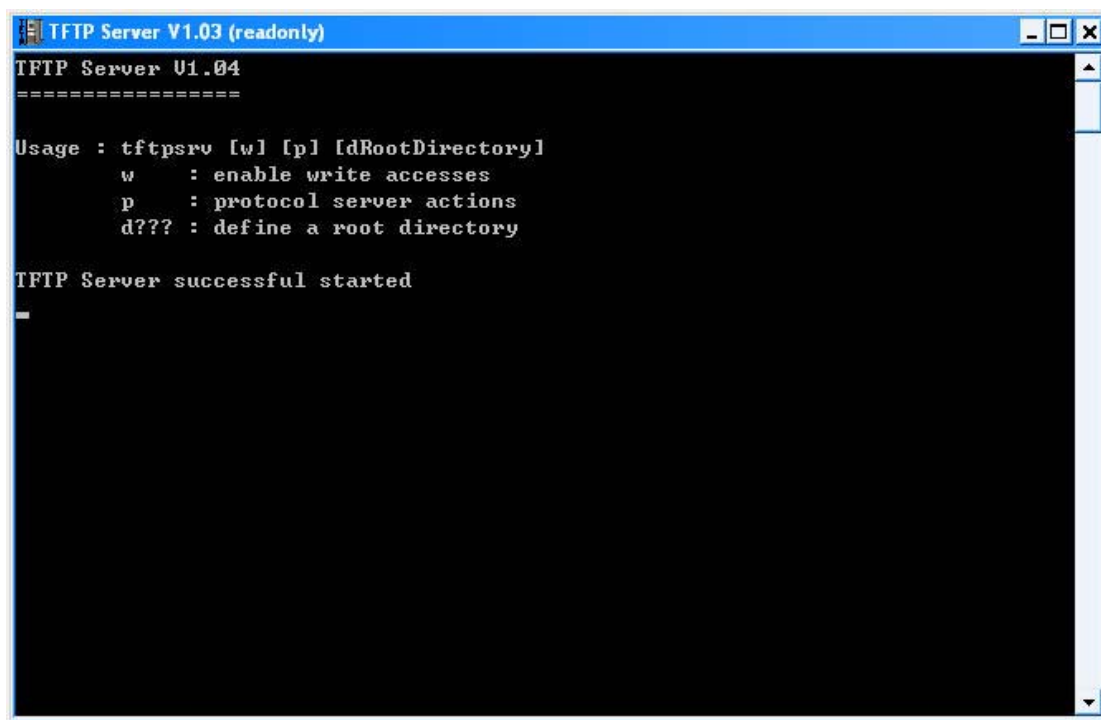

图 6-1
- 3、 在 PC 机上运行 TFTP SRV.EXE 文件。如下图显示“TFTP Server successful started”表示 tftp 运行成功，如图 6-1 所示。